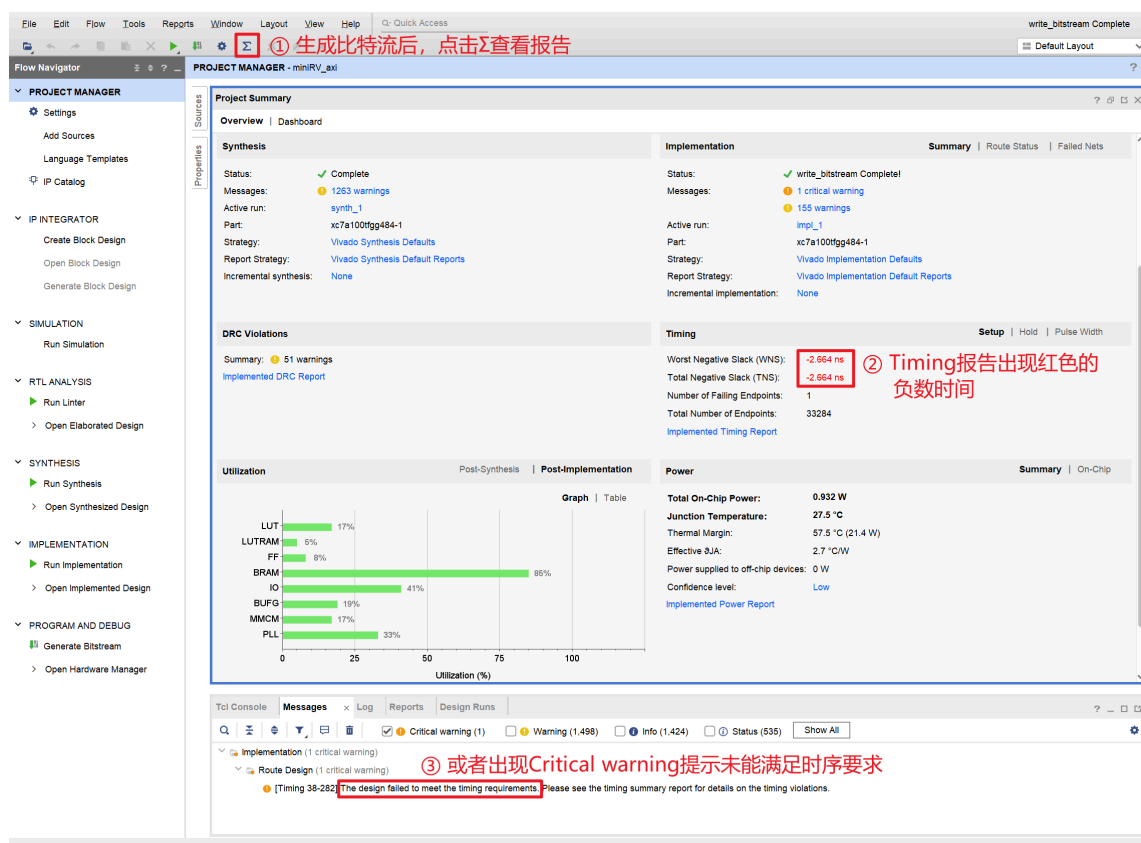

图0-1 生成比特流后，出现时序违例的示意图
- (11) 下板检查时，要求不能有时序违例，如图0-1所示。